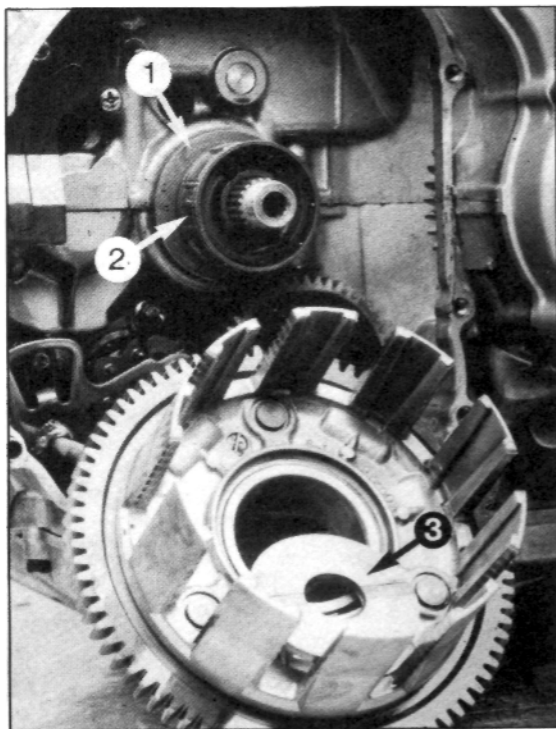

Bild 102
- Dicke der Kupplungsreibscheiben mit Mess-Schieber messen, siehe Bild 102. Verschleissgrenze: 2,8 mm.